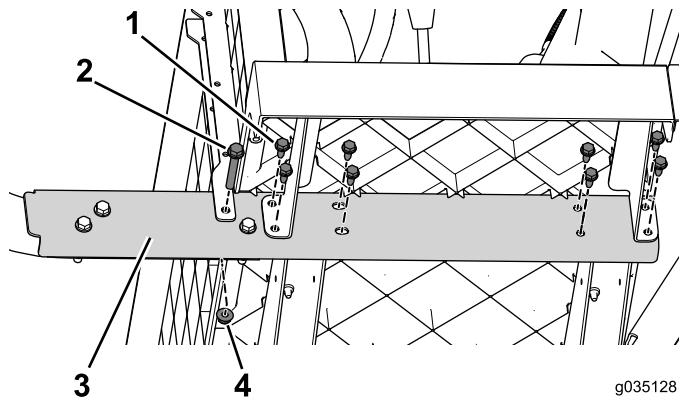

Рисунок 65
3. Выверните фланцевые болты (3/8 x 2-1/2 дюйма) и гайки, которые крепят боковую балку к автомобилю (Рисунок 65). Выполните эти действия на обеих сторонах автомобиля.
4. Двигаясь от передней части в сторону задней части, выверните фланцевые болты (5/16 x 3/4 дюйма), которые крепят боковую балку к автомобилю (Рисунок 65). Выполните эти действия на обеих сторонах автомобиля.